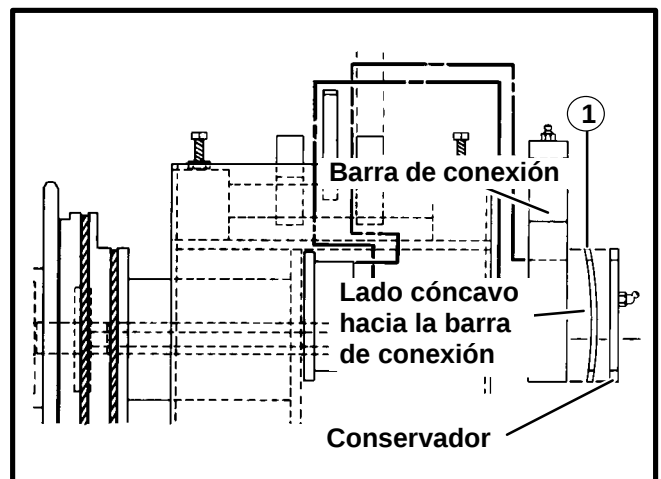

Figura 28
2. Instale la barra de conexión, anillo sellador (con el lado cóncavo hacia la barra de conexión) y el aguantador. Vea la Figura 28.